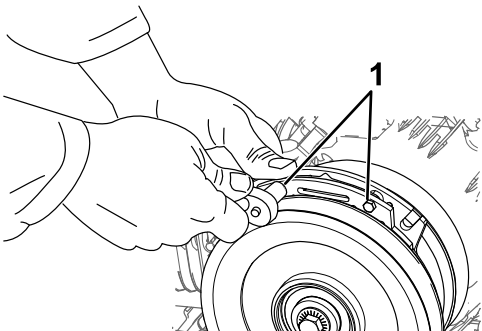

Figure 64
- A. Desserrez les boulons de fixation du frein d'un demi-tour à un tour complet, comme montré à la Figure 64.